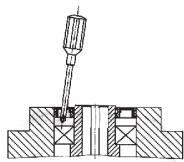

图26
6.2.3.1 如图 26 所示,利用工具将油封从减速机中拆出。注意! 在拆油封过程中,工具不能插得偏向或太深,以免对轴径、轴承及箱体产生损坏。将箱体上或法兰上装油封处、油封内外缘均匀地涂上润滑脂。